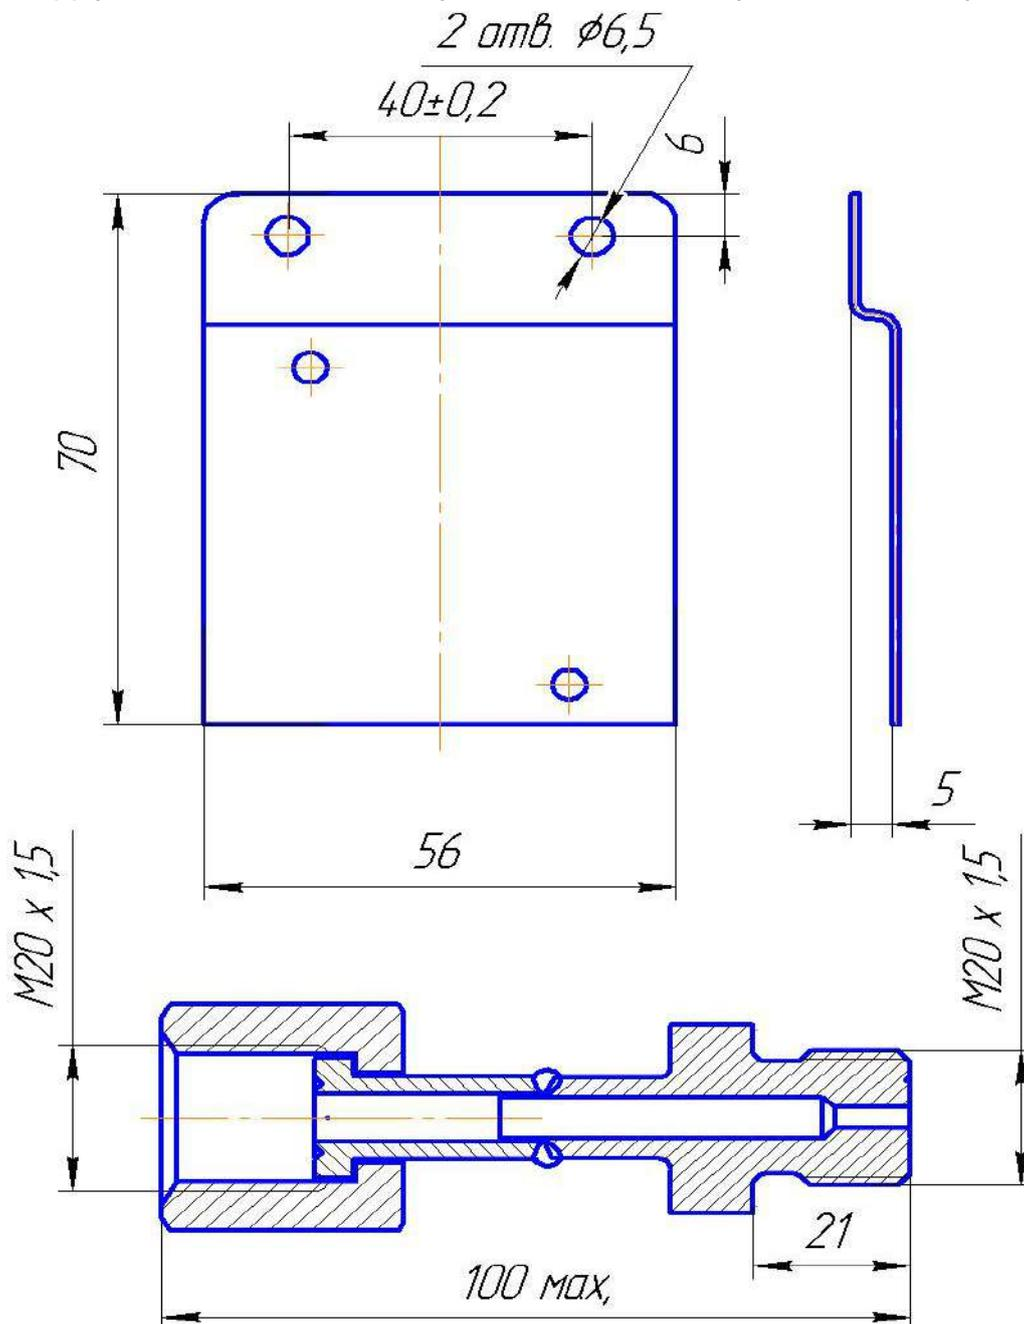

Рис.5. Держатель и КМЧ-2 для крепления датчика ДДМ-03-ДИ (ДВ, ДИВ, ДА)-МИ.
6.4. Держатель и КМЧ-2 для крепления датчика представлен на рис.5.